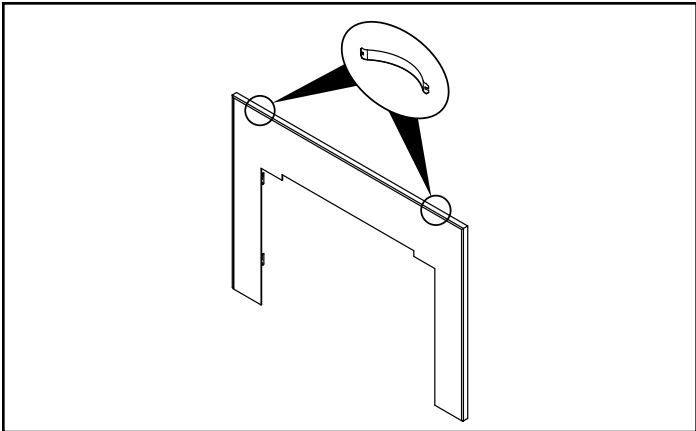

Figure 21.3
5. Installez deux ressorts d'acier sur le haut de chaque côté et entre l'encadrement mat et la trousse de garniture assemblée, comme indiqué à la Figure 21.3.